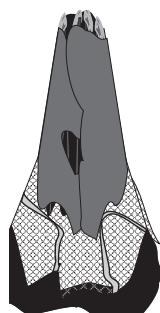

Fig. 1
- Placer la tente en position érigée, avec l'assemblage central au bas. (Fig. 1)
- Refermer la tente en repliant les bras vers le haut jusqu'à ce que la tente soit érigé alors que l'assemblage central se trouve au bas. (Fig. 1)